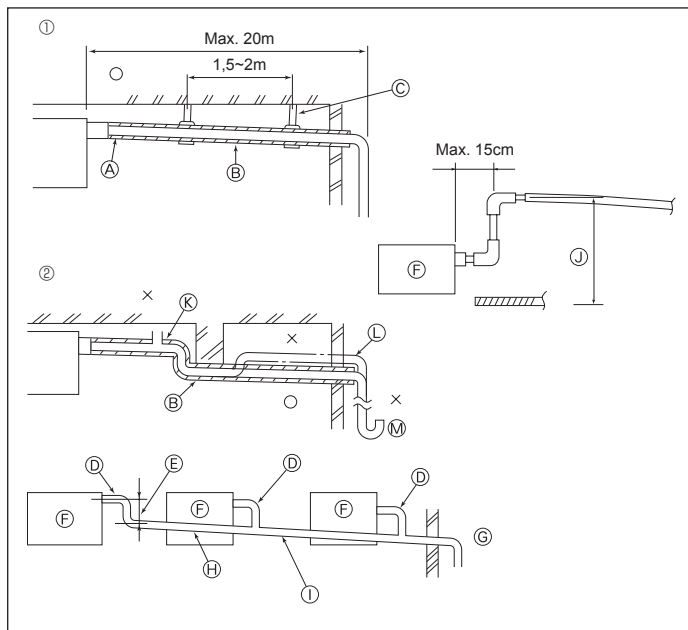

Fig. 3-4
3.4. Mise en place du tuyau d'écoulement (Fig. 3-4)